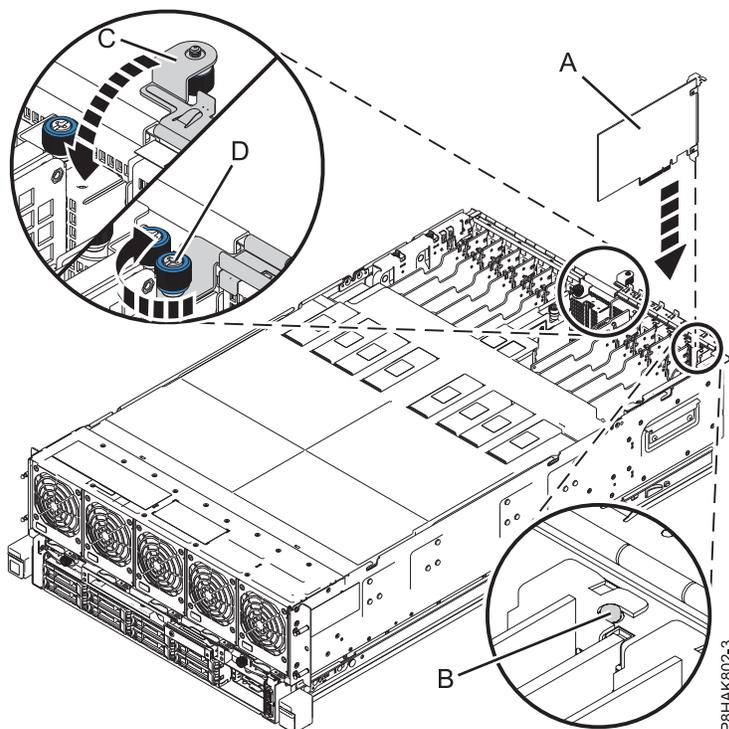

Abbildung 18. PCIe-Adapter im System vom Typ 8408-44E oder 8408-E8E installieren oder austauschen
7. Fassen Sie den Adapter vorsichtig an der Oberkante oder am Haltesteg an und richten Sie den Adapter an dem Steckplatz und dem zugehörigen Anschluss an der Systemrückwandplatine (**A**) aus, siehe Darstellung in Abb. 18.
9. Stellen Sie sicher, dass die Aussparung für die Adapterkassettenhalterung am Stift des Systemchassis einrastet. Siehe (**B**) in Abb. 18.
10. Schließen Sie die E/A-Halterung (**C**), indem Sie sie nach unten drehen, und drehen Sie anschließend die Rändelschraube (**D**) fest, bis sie sicher im Systemchassis sitzt. Siehe Abb. 18.